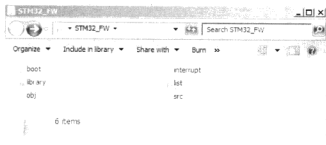

图 4.4.9 建立 STM32\_FW 文件夹
① 请在任意一个地方建立一个空文件夹,并将其命名为 STM32\_FW。然后在 STM32\_FW 里新建 6 个文件夹,分别命名为 boot、library、src、obj、list、interrupt,如图 4.4.9 所示。